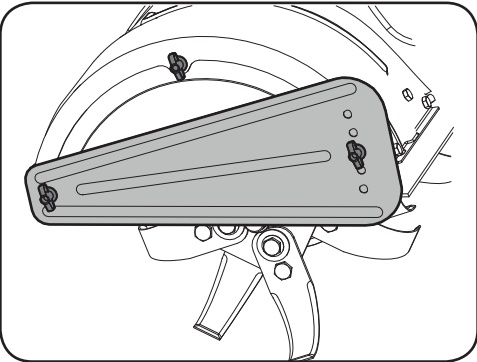

Figure 5-5
- 1. Enlevez les trois écrous papillon du protecteur latéral. Voir Figure 5-5.